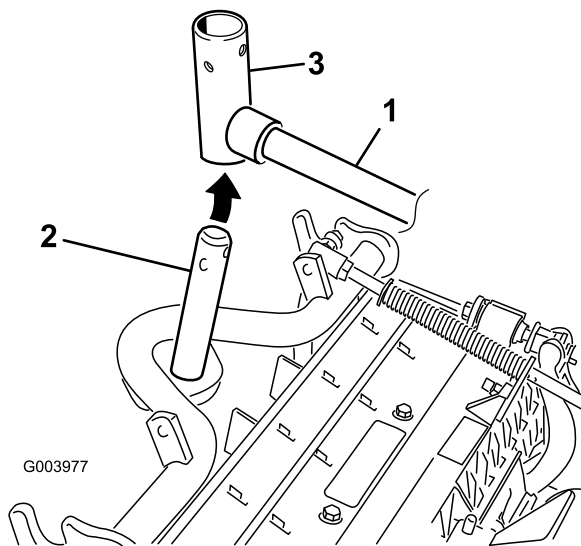

Figure 7
7. Pour les plateaux de coupe avant, poussez un plateau de coupe sous le bras de relevage tout en insérant l'arbre du bâti porteur dans la chape de pivot du bras de relevage (Figure 7).
- B. Insérez la chape du bras de relevage sur l'arbre du bâti porteur (Figure 7).